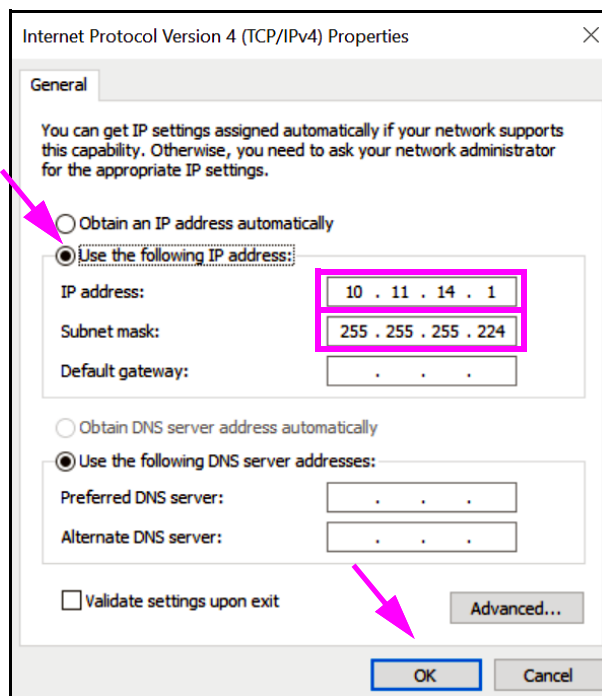

Figura 2-49. Pantalla Internet Protocol Version 4 (TCP/IPv4) Properties (Propiedades del protocolo de Internet versión 4 [TCP/IPv4])
9. En esta pantalla, seleccione **Use the following IP address: (Usar la siguiente dirección IP:)**. Consulte la figura 2-49.